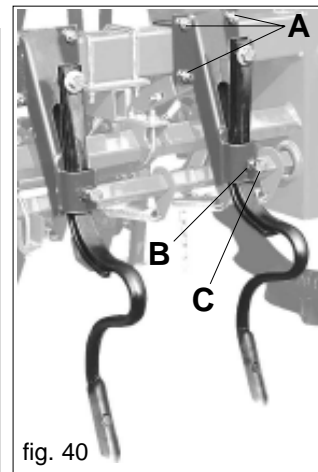

fig. 40
Le zappette vanno posizionate sulla stessa linea dei pneumatici del trattore. Per regolare la posizione delle ancore rompitraccia svitare i dadi (A Fig. 40), posizionare le ancore e bloccare i dadi. Per regolare la profondità delle ancore, svitare il controdado (B) e la vite (C) Figura 40, dopo aver effettuato la regolazione bloccare la vite e il controdado.